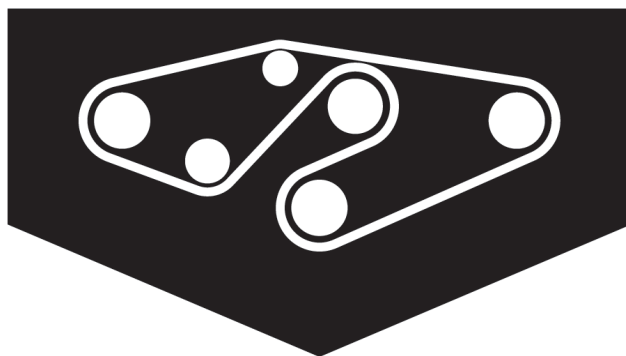

図35
4. 図35のように、スピンドル・プーリとアイドラ・プーリに新しいベルトを回しかける。